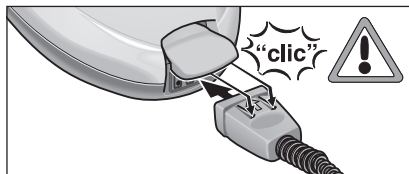

Fig. 1: Inserimento della spina monoblocco
- Inserire saldamente la spina monoblocco (C6) nella presa dell'apparecchio (A1). I due naselli della spina monoblocco devono innestarsi nel coperchio della presa dell'apparecchio (si veda fig. 1).